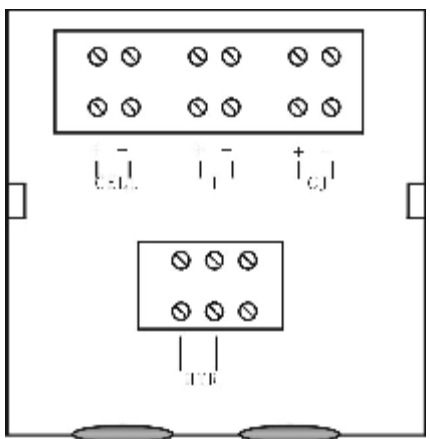

图 6 检测器接线盒布置图
- (5) 安装前检查
- a. 冷状态初检：转换器进行外观及绝缘检查，检测器检查：(1) 端子 1、2 间电阻应大于 2MΩ。(2) 端子 3、4 间电阻应小于 10Ω。(3) 端子 7、8 间电阻应在 80Ω 左右。(4) 除氧电势 CELL 负极外，其余各端子对地绝缘电阻应大于 40MΩ。
- b. 热状态检查：按接线图正确连接，如图 6、7、8 示。打开电源开关，等仪表转入正常测量后，测量热电偶信号以确定工作温度是否控制在 750℃±2℃或 700±2℃，测量检测器端子 1、2 间电阻（注：正反极方向各测一次取均值）应小于 100Ω。